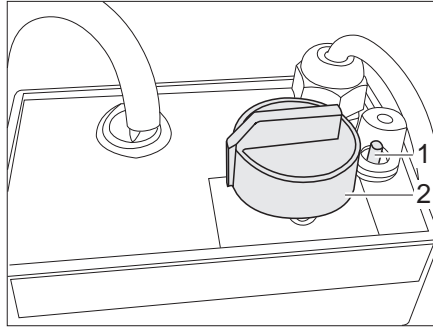

Fig. 199 Regulador para calentamiento eléctrico del piso
- Girar el regulador giratorio (Fig. 199,2) al nivel de calefacción deseado.
- Girar el regulador giratorio (Fig. 199,2) a la posición "0".
Cuando se sobrecarga el regulador, se activa la protección contra sobrecargas. El perno (Fig. 199,1) salta hacia fuera.
- Hundir el perno (Fig. 199,1) en la protección contra sobrecargas cuando se haya enfriado el regulador.